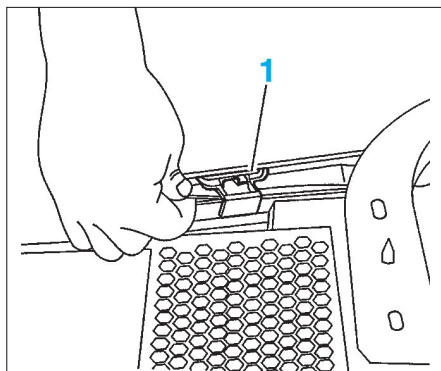

FIG. 47
- les 2 cales inférieures (1) (Fig.47).
- Reposer les 2 cales de maintien inférieures (1) (Fig.47).